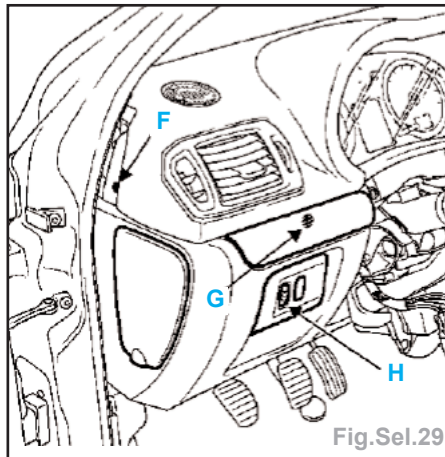

Fig.Sel.29
- Déposer les 2 agrafes (F) (Fig.Sel.29).
- Après avoir déposé le cache (outil Car. 1597), déposer la vis (G).
- A l'aide de l'outil (Car. 1597), dégager le support de réglage de phare (H) et débrancher les connecteurs.